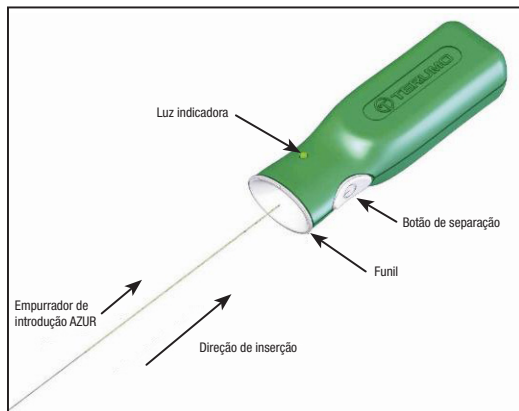

Figura 2 — Controlador de separação AZUR
15. Antes de utilizar o dispositivo, retire a extremidade proximal do empurrador de introdução do ar de embalagem. Tenha cuidado para não contaminar esta extremidade do empurrador de introdução com substâncias estranhas, como sangue ou contraste. Insira firmemente a extremidade proximal do empurrador de introdução na secção do funil do controlador de separação AZUR. Veja a Figura 2. **Não prima o botão de separação nesta altura.**
36. Ligue a extremidade proximal do empurrador de introdução ao controlador de separação AZUR, inserindo firmemente a extremidade proximal do empurrador de introdução na secção do funil do controlador de separação AZUR. Veja a Figura 2.